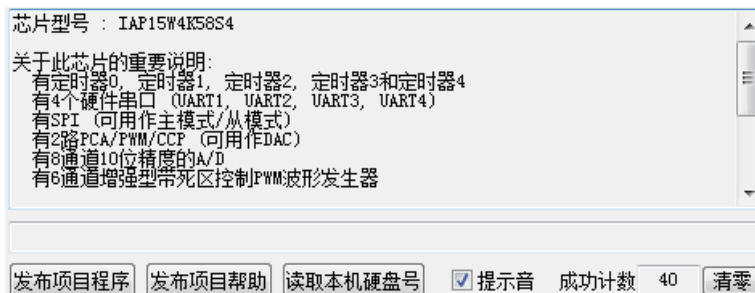

图 5. 芯片检测和程序下载
5. 复位后，程序会进行芯片版本检测，程序下载（/烧写）、校验，在图 5 下方有进度条指示，下载完成成功计数+1。